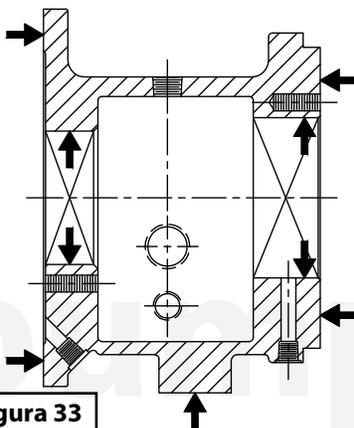

Figura 33
- Revise todos los conductos de lubricación y asegúrese de que no estén obstruidos (vea la figura 33).